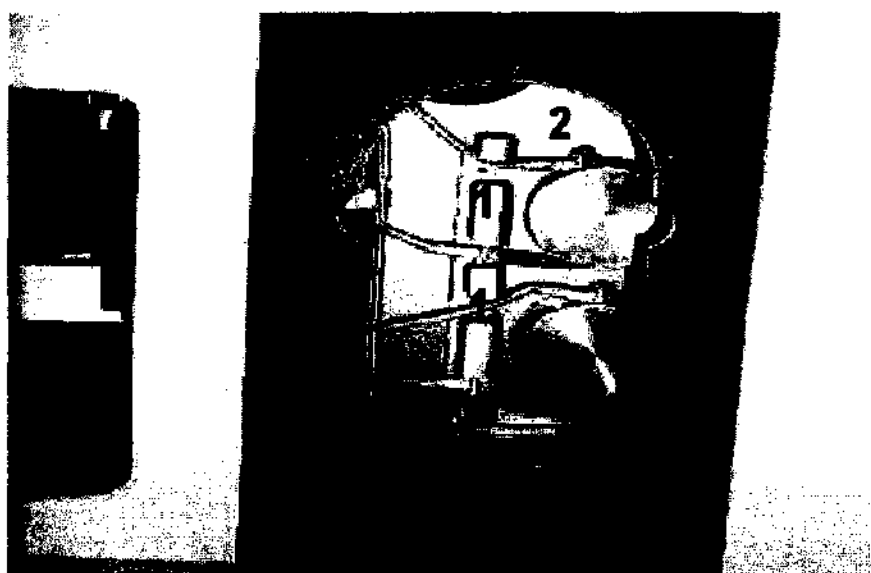

Рис.5
- Откройте боковую дверцу, как показано на рис.5. При транспортировке белые пластиковые переходники должны находиться в положении 2 (транспортировочном).